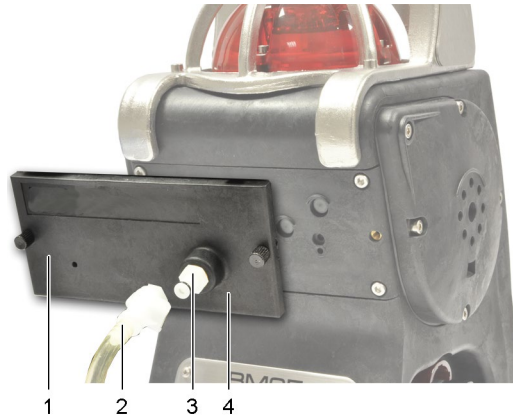

Figure 16 : mise en place de la coiffe (BM 25/25W non équipée d'une pompe électrique)
- Placer et visser la coiffe sur les cellules (Figure 16, rep. 1) ; cette coiffe ne possède pas de bossage à l'endroit indiqué (rep. 4).